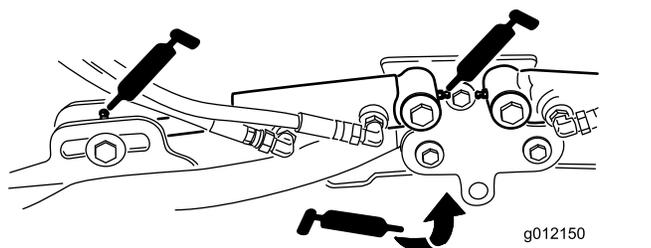

Рисунок 69
- Цилиндры подъемных рычагов режущего блока (по 2 шт.) (Рисунок 69)